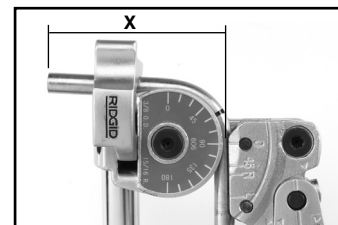

Figure 7 – Après
- Une fois les repères correctement alignés, rabattez le porte-galet de manière à aligner son repère « 0 » avec le repère « 90° » de la matrice (Figures 7 et 9 – Après).